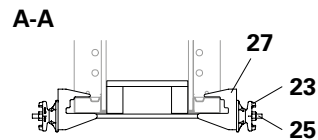

Fig. B10.06a
- Positionneur d'ancrage-2 AH (27) avec tige d'ancrage (25) et plaque-écrou orientable (23). (Fig. B10.06a)